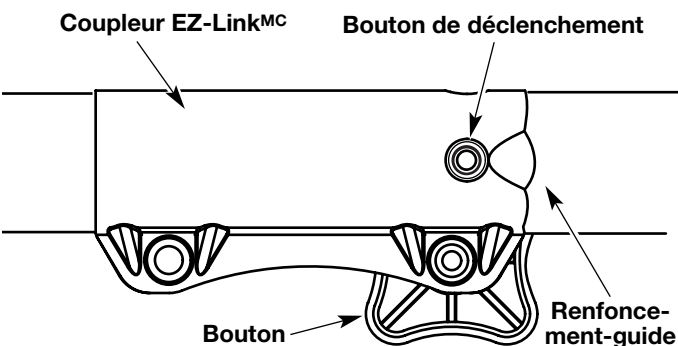

Fig. 14
1. Dévissez le bouton vers la gauche (Fig. 14).
2. Appuyez sur le bouton de déclenchement et maintenez-le enfoncé (Fig. 14).
**NOTE :** aligner le bouton de déclenchement avec le renforcement-guide facilitera l'installation (Fig. 14).